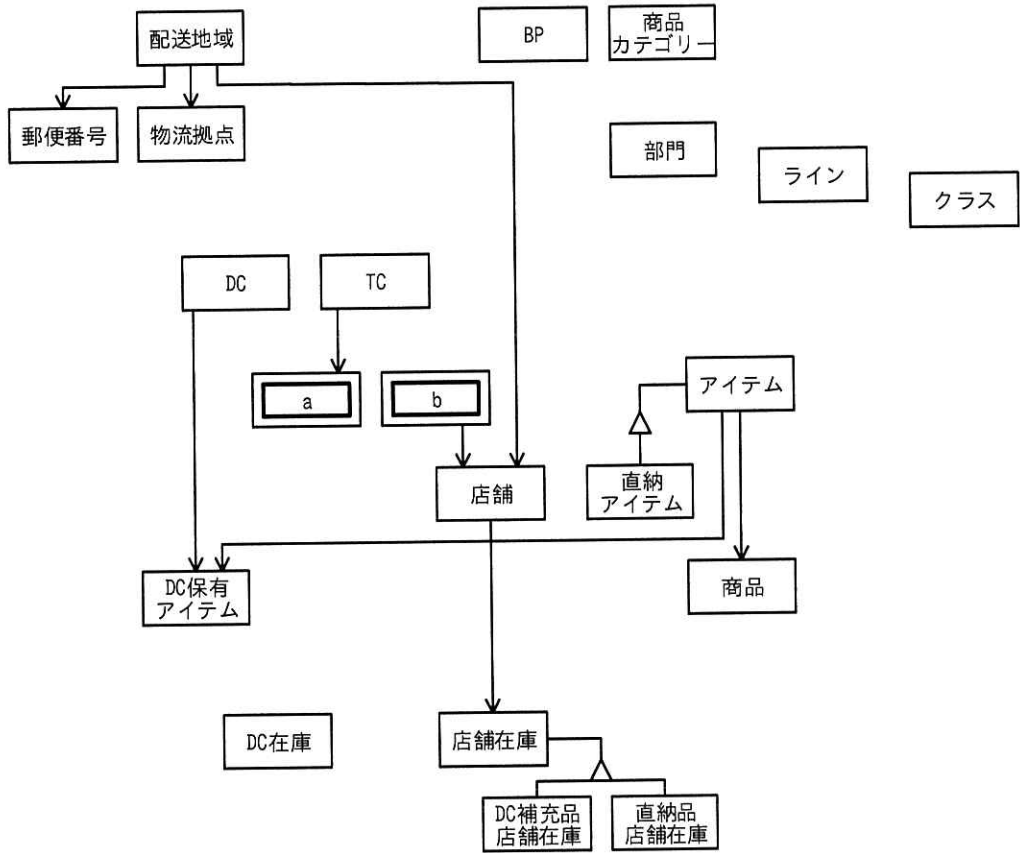
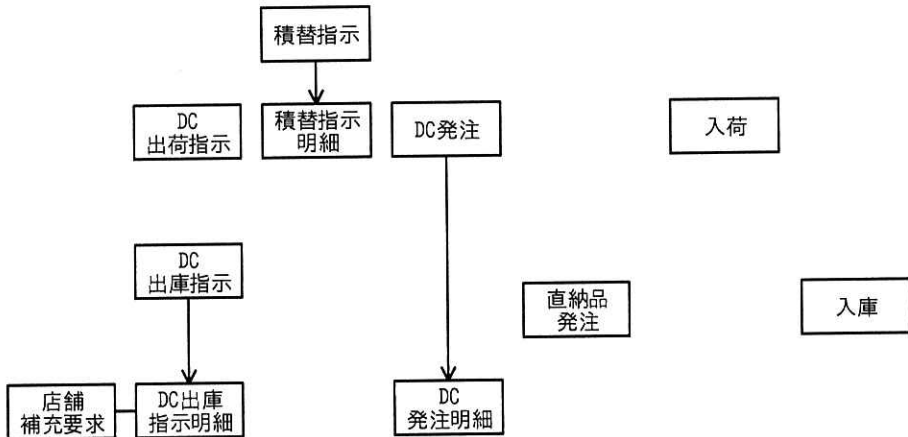

図1 マスター及び在庫の領域の概念データモデル (未完成)
図2 トランザクションの領域の概念データモデル (未完成)
マスター及び在庫の領域の概念データモデルを図1に、トランザクションの領域の概念データモデルを図2に、関係スキーマを図3に示す。
注記 図中の ,) には, 図1の ,) と同じ字句が入る。
- (1) 図 1 中の , に入れる適切なエンティティタイプ名を答えよ。
- (2) 図 1 は、幾つかのリレーションシップが欠落している。欠落しているリレーションシップを補って図を完成させよ。
- (3) 図 2 は、幾つかのリレーションシップが欠落している。欠落しているリレーションシップを補って図を完成させよ。